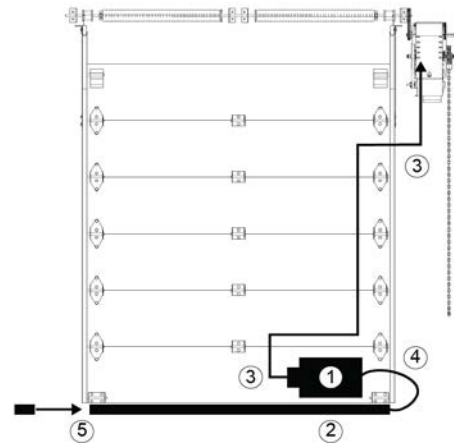

Figure 26 - Barre palpeuse
1. Installer le commutateur pneumatique tel qu'indiqué à la Figure 26.
1. Installer la boîte de jonction tel qu'indiqué à la Figure 26.